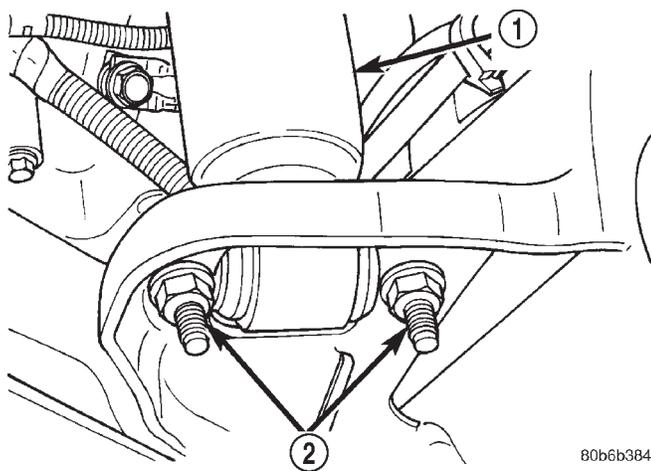

Abb. 3 Untere Stoßdämpferbefestigung
(2) Vorderachse anheben und sicher abstützen.
(3) Die unteren Befestigungsmuttern von der Halterung an der Achse abschrauben (Abb. 3). Stoßdämpfer ausbauen.